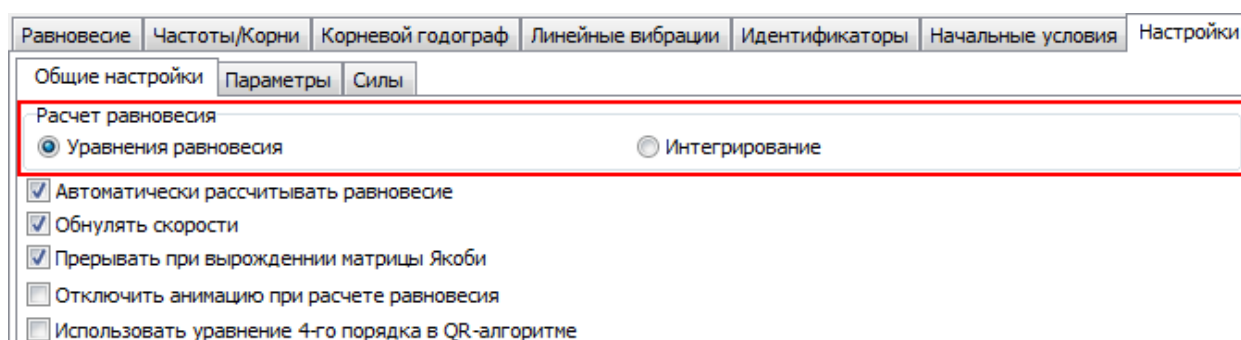

Рис. 3.8. Выбор метода определения положения равновесия
2. Перейдите на вкладку **Настройки | Общие настройки**. В группе **Расчет равновесия** укажите **Уравнения равновесия** как метод определения положения равновесия, рис. 3.8.
2. Перейдите на вкладку **Настройки | Общие настройки**. В группе **Расчет равновесия** укажите **Интегрирование** как метод определения положения равновесия, рис. 3.8.